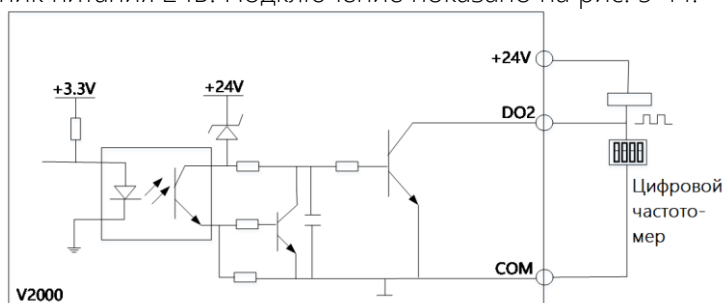

Рис. 3-14 Метод подключения 1 для клемм DO2
3. DO2 также может использоваться в качестве импульсного выхода, если для питания используется внутренний источник питания 24В. Подключение показано на рис. 3-14.